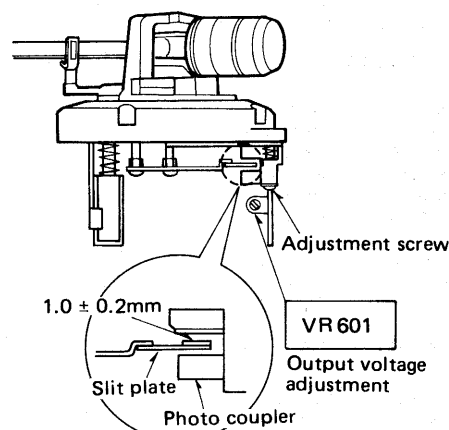

Fig. 20 Abb. 20
1. Adjust the 2 adjust screws so that the gap between the slit plate and photo coupler is 1.0 ± 0.2 mm. (See Fig. 20.)
1. Die beiden Justierschrauben so einstellen, daß der Abstand zwischen der Schlitzplatte und dem Fotokoppler $1,0 \pm 0,2\text{mm}$ beträgt. (Siehe Abb. 20.)
1. Régler les deux vis d'ajustement de telle sorte que l'intervalle entre la plaque à fente et le coupleur photoélectrique soit de $1,0 \pm 0,2$ mm. (Voir la Fig. 20.)
1. Regular los dos tornillos de ajuste de manera que el intervalo entre la placa de la hendidura y el fotoacoplador resulte $1,0 \pm 0,2$ mm. (Ver la Fig. 20.)